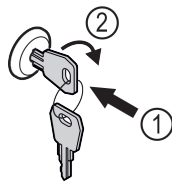

Fig. 180 Príklad zobrazenia
- ▶ Zatlačte kľúč Fig. 180 (1).
- ▶ Otočte kľúč o 90° v smere hodinových ručičiek Fig. 180 (2).